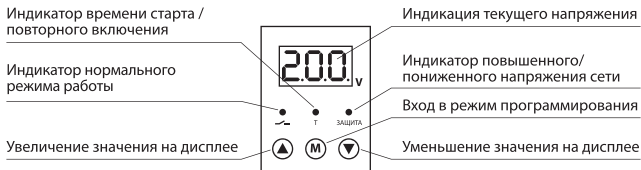

Рисунок 3. Лицевая панель реле PH 2
6.3. В реле предусмотрена возможность регулировки значений верхнего и нижнего напряжения, а также времени его срабатывания. Текущее состояние реле отображается на LED-дисплее и индикаторах (рисунок 3).